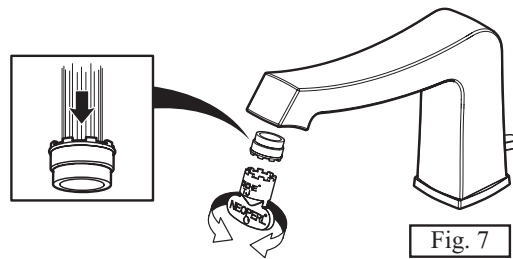

Fig. 7
- Dévisser l'aérateur à l'aide de la clé fournie et rincer l'aérateur (fig. 7).
- Unscrew the aerator using the provided tool and rinse the aerator (fig. 7).